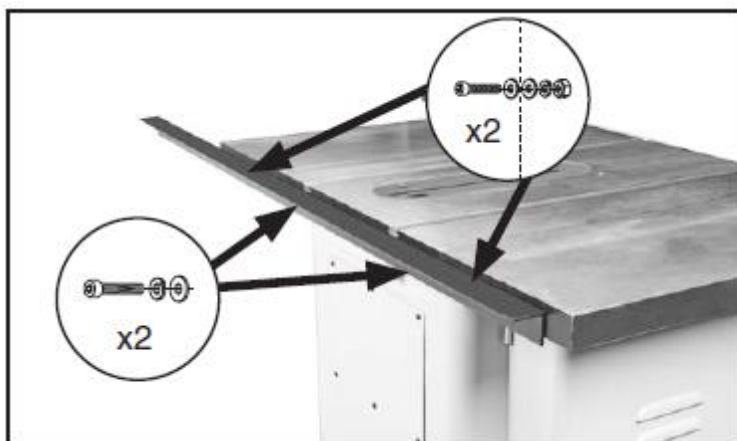

Рис. 17. Установленная задняя направляющая
12. Прикрепить заднюю направляющую с помощью отверстий на основном столе и двух винтов с шестигранным шлицем М10-1,5 x 25 с пружинными шайбами 10 мм и плоскими шайбами 10 мм, рис. 17. Проверить параллельность задней направляющей столу и под пазами поворотной головки перед окончательной затяжкой винтов.